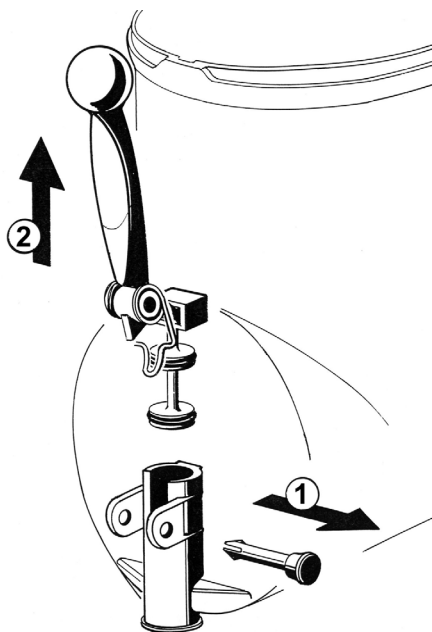

figura 13
5 Extraiga el grifo desatornillando el perno de bloqueo y tirando la palanca hacia arriba. (ver figura 13).
**3** Armar de nuevo el grifo sobre el contenedor siguiendo la secuencia inversa a la detallada para el desmontaje (vedere figura 13).